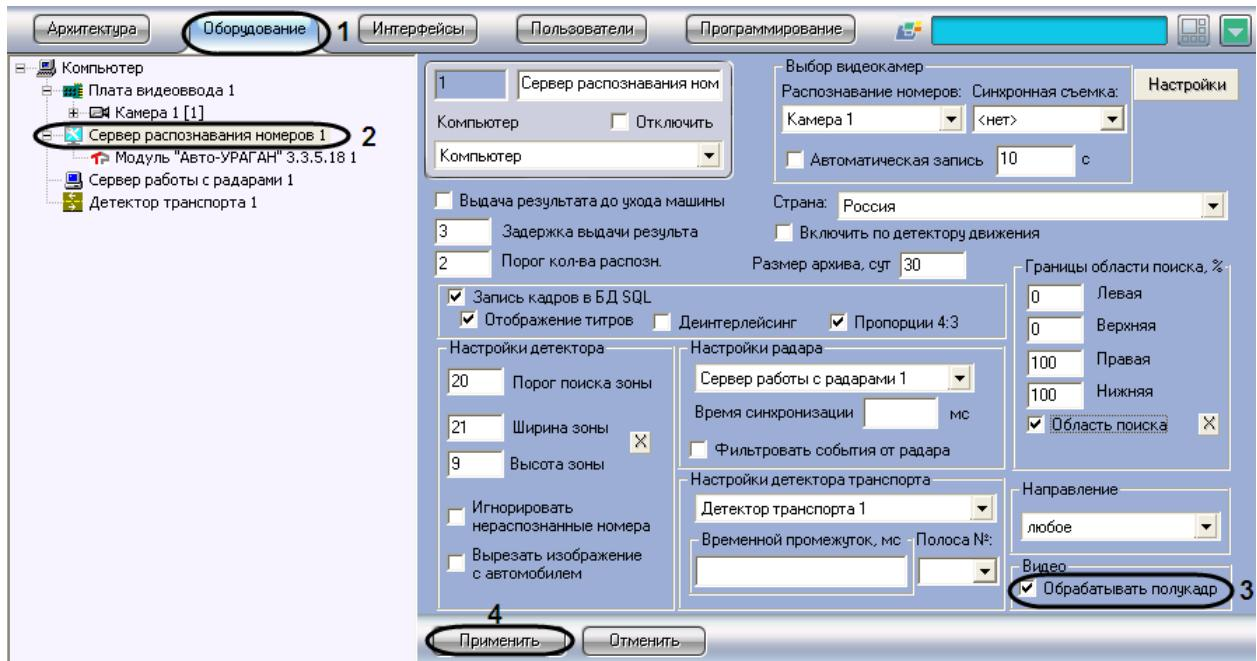

Рис. 7.2—28. Настройка обработки кадров
1. В диалоговом окне «Настройка системы» перейти на вкладку «Оборудование» (см. Рис. 7.2—28, 1).
2. В дереве объектов на вкладке «Оборудование» выбрать объект «Сервер распознавания номеров», соответствующий активированному программному модулю «Авто-УРАГАН 3.3.5.18», «CARMEN-паркинг», «CARMEN-Авто» или «ACCR» (см. раздел «Активация программного модуля, используемого для распознавания номеров», Рис. 7.2—28, 2). В правой части вкладки «Оборудование» отобразится панель настройки выбранного объекта.
3. Снять (установить) флајок «Обрабатывать полукард» в группе «Видео» (см. Рис. 7.2—28, 3).
4. Нажать кнопку «Применить» (см. Рис. 7.2—28, 4).